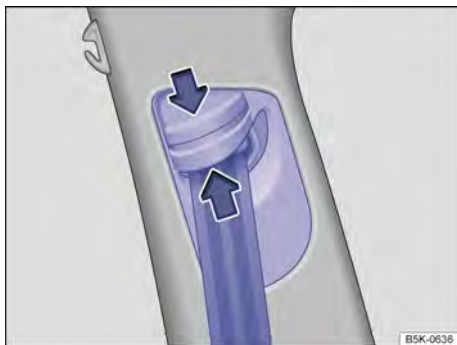

Fig. 13 Ao lado dos bancos dianteiros: regulagem de altura do cinto de segurança. ▶
- Pressionar o dispositivo regulador no sentido da seta e mantê-lo pressionado → Fig. 13.